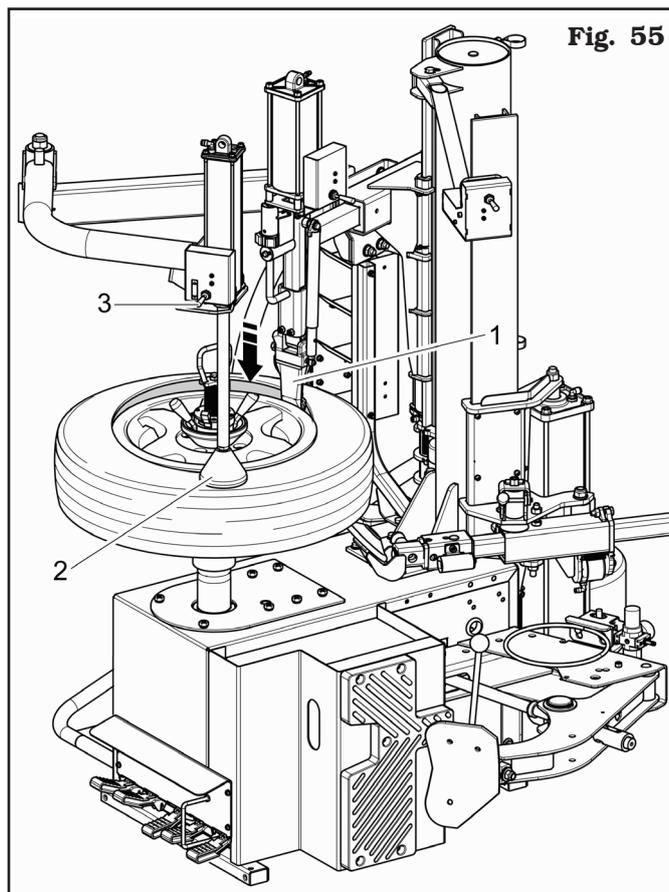

Fig. 55
4. quindi posizionare il tallone superiore sulla zona di montaggio della testa utensile (**Fig. 55** rif. 1);
5. posizionare l'utensile premitallone (**Fig. 55** rif. 2) (se presente) a "ore 4" dall'asse apparecchiatura-testina e premere sul pneumatico azionando la leva (**Fig. 55** rif. 3) dell'unità di comando verso il basso;